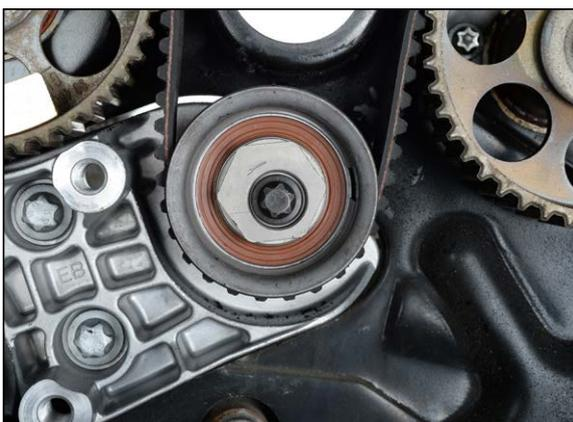

Fig. 18
4. À l'aide de la clé MKM-6038 ou d'une clé multiprise, tourner l'excentrique du galet tendeur supérieur dans le sens inverse des aiguilles d'une montre jusqu'à ce que la pointe de l'excentrique se trouve en position 11 heures (Figure 18).